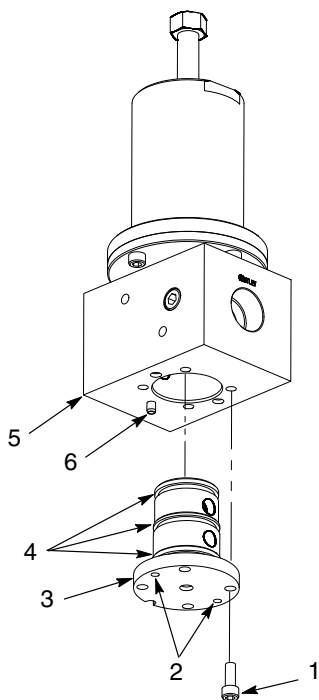

Figura 3 Tipica sostituzione della cartuccia di tenuta
1. Vedi figura 3. Togliere le viti (1) che fissano la cartuccia di tenuta (3) al corpo (5).
2. Inserire due viti (1) nei fori di sollevamento (2). Stringere le viti per rimuovere la cartuccia di tenuta del regolatore dal corpo (5).
3. Pulire l'interno del corpo (5) con un solvente compatibile o pulire con un panno.
4. Lubrificare gli o-ring (4) sulla nuova cartuccia di tenuta (3) con lubrificante per o-ring.
5. Assicurarsi che la scanalatura nella base della cartuccia di tenuta con premistoppa del regolatore (3) sia allineata alla punta (6) nel corpo (5). Fissare la cartuccia di tenuta del regolatore (3) al corpo usando le viti (1). Stringere le viti a 90 in.-lb (10 N•m).